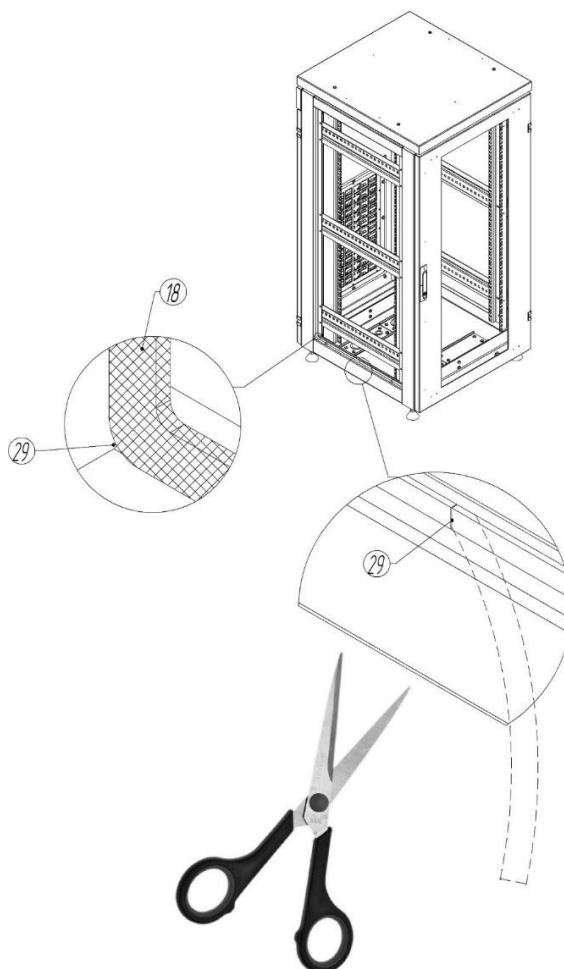

Рис.4
5.3 –из комплекта шкафа взять липкий уплотнитель D - образный поз. (18). Наклеить с минимальным радиусом в углах в плотную на боковые поверхности шкафа, к крыше, дну, и рамам. Стык сделать внизу шкафа (излишки уплотнителя обрезать) и загерметизировать. Допускается в углах закрепить уплотнитель герметиком (29) См рис.4